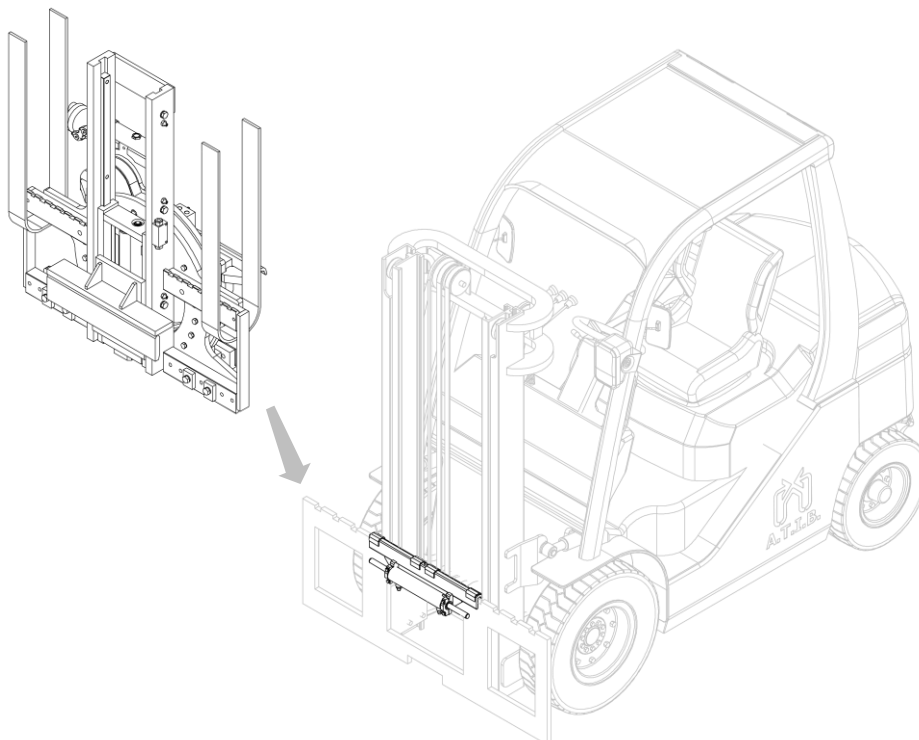

Figure 8
7. À l'aide d'un pont roulant ou d'un palan de capacité suffisante, positionner l'équipement sur le double crochet, en prenant soin de le positionner correctement (voir *Figure 8*).